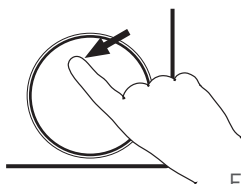

Fig. 16
2. Empuje la tapa de servicio para abrirla (fig. 16).